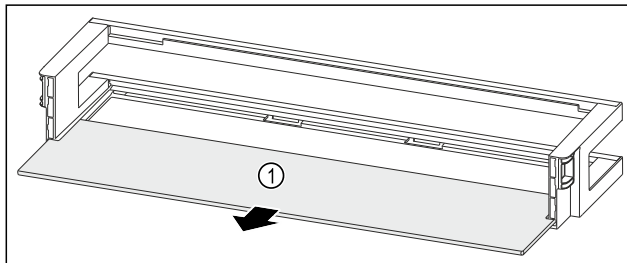

Fig. 84 Polica u vratima s policom za odlaganje
- Izvadite policu Fig. 84 (1).